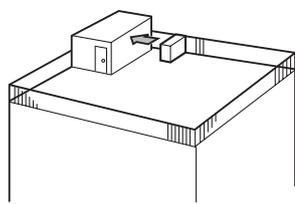

Fig. 2-4
- ① Направьте воздуховыпускное отверстие в сторону ближайшей стены, которая должна находиться приблизительно на расстоянии 50 см. (Fig. 2-4)